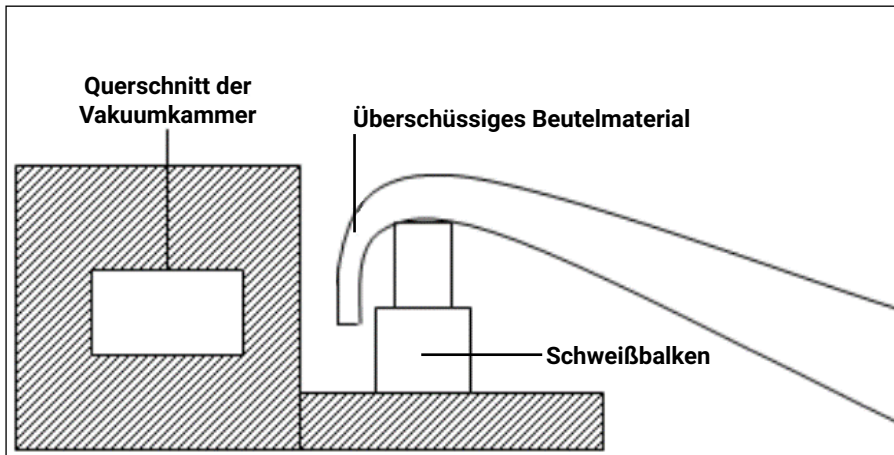

Abb. 4 – Beutelpositionierung am Schweißbalken
- + **Vakuumzyklus:** Der eigentliche Vakuumzyklus wird identisch zum zuvor beschriebenen Verfahren für trockene Produkte durchgeführt (s. Abb. 4).